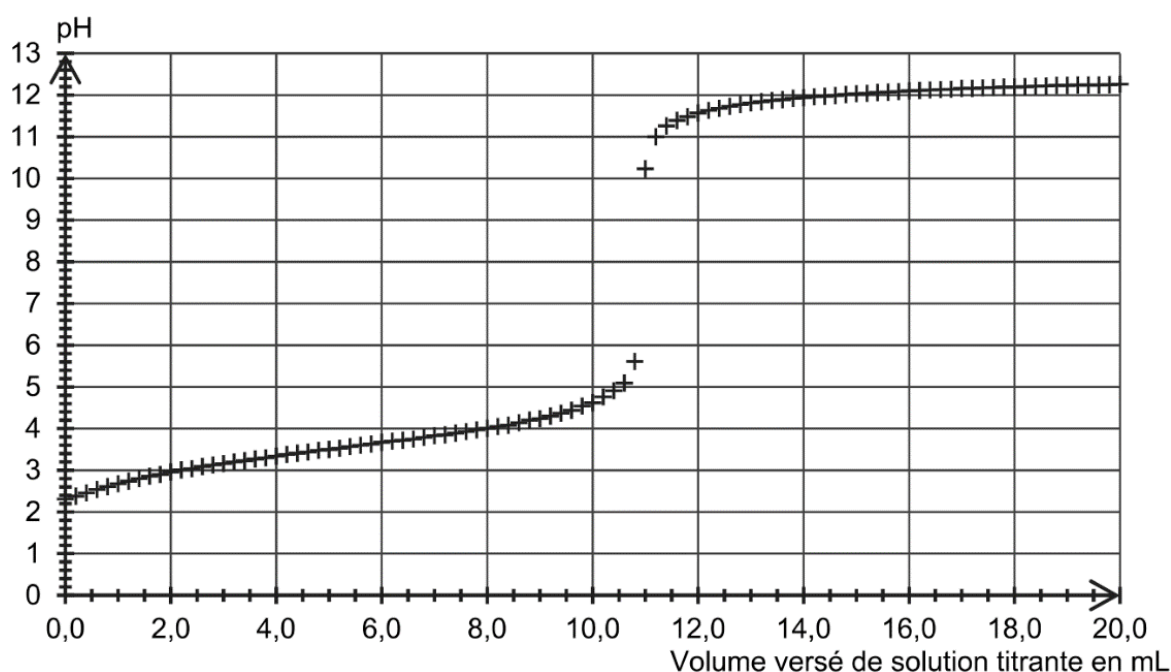

Figure 1. Courbe expérimentale du titrage par suivi pH-métrique
Le titrage d'un volume  $V = 25,0 \text{ mL}$  de solution S est réalisé et suivi par pH-métrie. La solution titrante est une solution d'hydroxyde de sodium de concentration  $c_B$  égale à  $0,20 \text{ mol}\cdot\text{L}^{-1}$ . La courbe de suivi pH-métrique est donnée en figure 1.
**Q5.** Estimer, en expliquant la démarche, à l'aide des figures 1 et 2, la valeur de la constante d'acidité  $K_A$  du couple acide méthanoïque / ion méthanoate à la température du titrage.